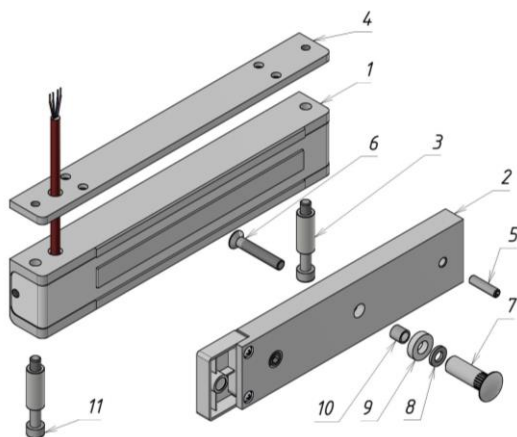

Рисунок 1 – Комплект поставки замка ALM-400P
3.1 Комплект поставки (рисунок 1):